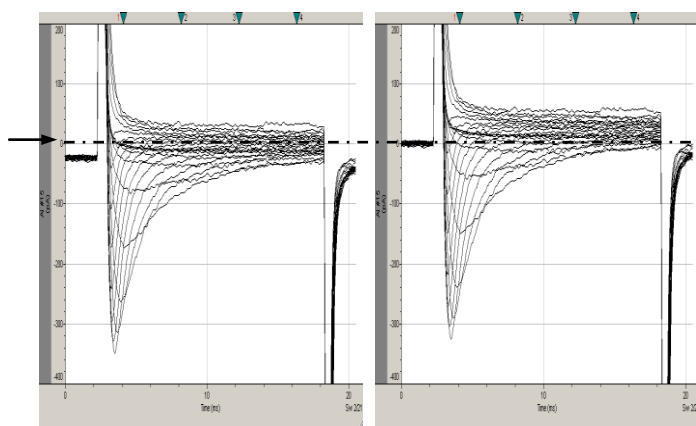

图 5. Clampfit 基线调零功能——去除固定值法
(3) **Subtract fixed value (去除固定值法)**: 直接输入一个数值, Clampfit 将从所有选择范围的数据点中去除这一数值, 从而达到基线调零的目的。输入的数值为基线偏离零点的数值, 有方向性 (正负之分) (见图 5)。